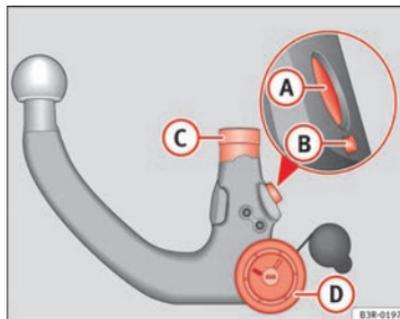

Fig. 157 Dispositivo desmontable para remolque: Rótula
- Compruebe que el perno de bloqueo ①, la palanca de enclavamiento ②, el vástago de encaje ③ y la rueda moleteada ④ ⇒ fig. 157 de la rótula no están sucios ni deteriorados. ▶